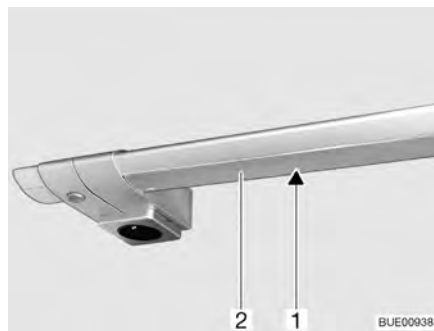

Fig. 212 Luce area cottura
- Comprimere leggermente con entrambe le mani la copertura (Fig. 212,2) e tirarla verso il basso. Iniziare ad estrarre tirando a destra o a sinistra.
- Rimuovere la lampada alogena ad incandescenza (Fig. 212,1).